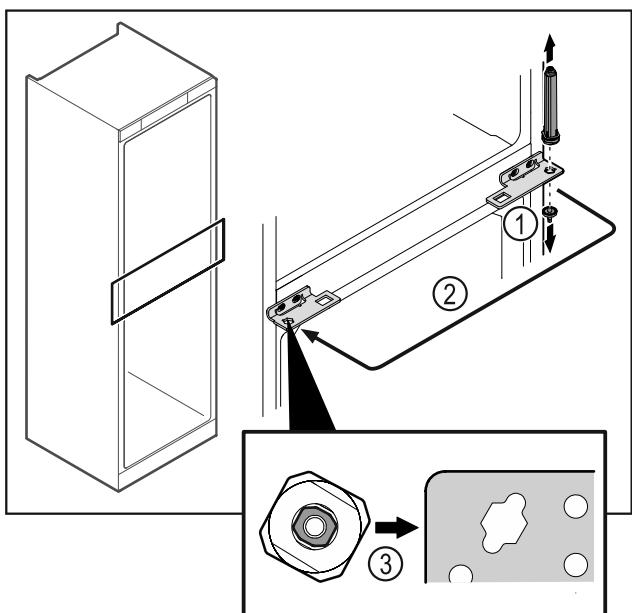

Fig. 49
- ▶ Развинете болта на пантата Fig. 49 (1).
- ▶ Преместете затварящата система на вратата Fig. 49 (2).
- ▶ При поставяне се уверете, че затварящата система на вратата е правилно подравнена Fig. 49 (3).